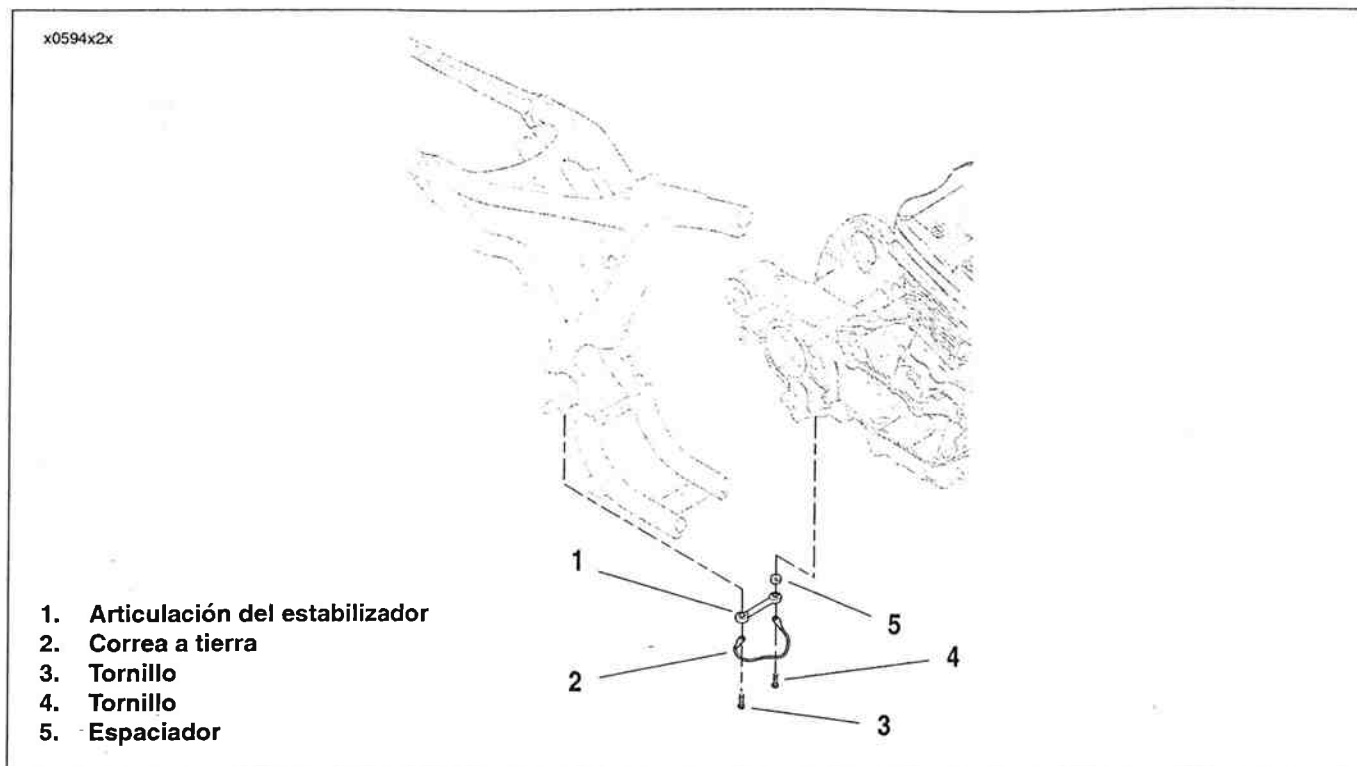
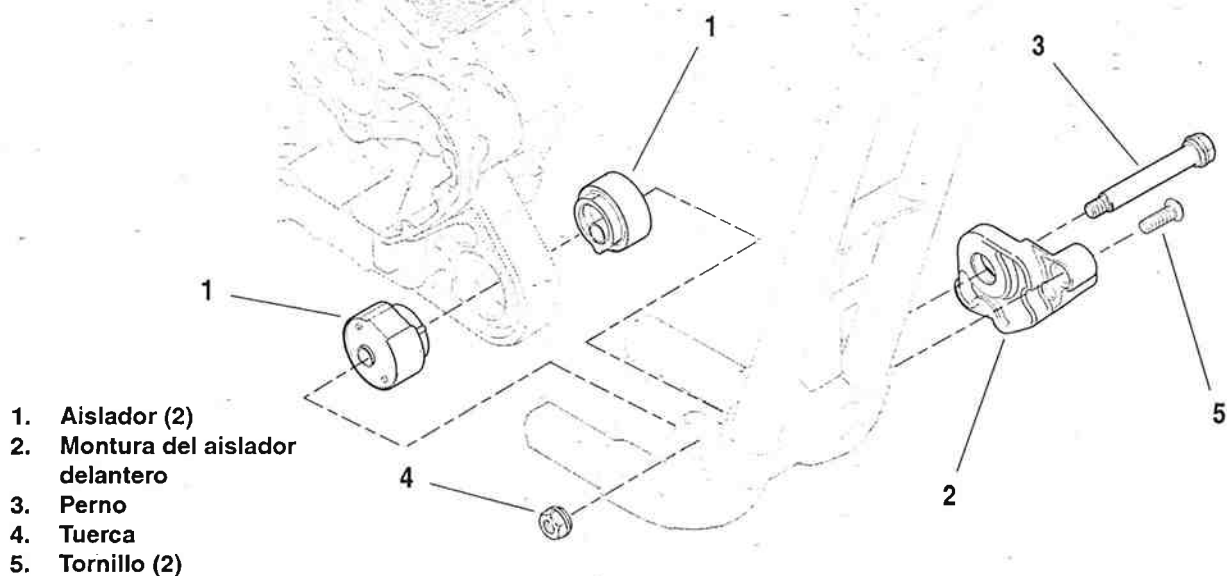
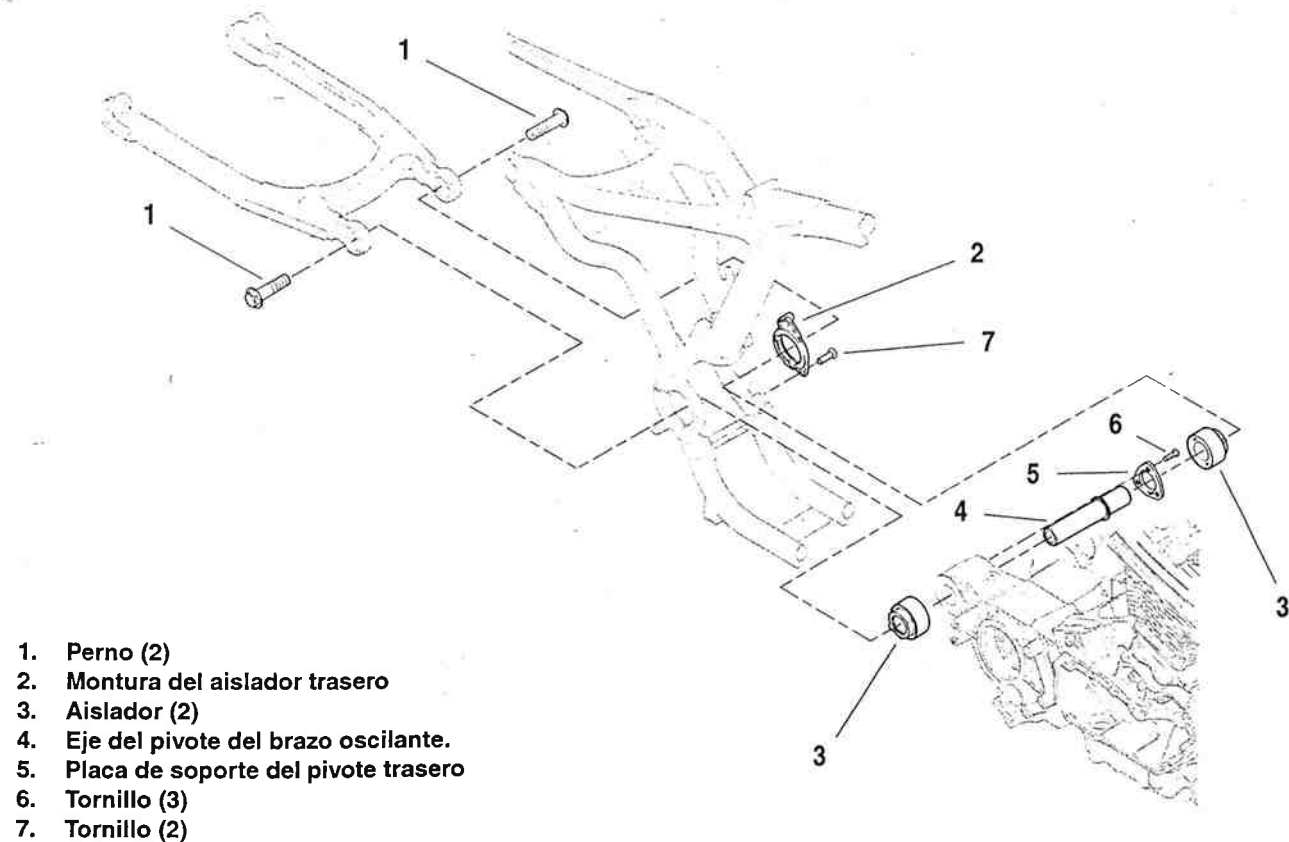

Figura 3-8. Conjunto de la articulación estabilizadora trasera
Figura 3-10. Conjunto del soporte delantero del motor/aislador
Figure 3-11. Conjunto del soporte trasero del motor/aislador
24. Vea la Figura 3-8. Quite los tornillos (3, 4), correa de conexión a tierra (2), articulación estabilizadora (1) y espaciador (5).
32. Vea la Figura 3-10. Afloje pero no quite los dos tornillos (5) de la pieza de soporte de montaje del aislador delantero en el lado izquierdo del motor.
37. Vea la Figura 3-10. Retire el perno del soporte delantero del motor (3) y la tuerca (4).
1. Vea la Figure 3-11. Asegúrese de que el eje de pivote (4) y placa de presión (5) estén montados en el saliente del soporte en la parte trasera del motor. Coloque el aislador derecho trasero (3) en el eje de pivote en la parte trasera del motor. No instale el aislador trasero izquierdo en este momento.
2. Vea la Figura 3-10. Coloque el aislador derecho delantero (1) en la parte delantera del motor. No instale el aislador delantero izquierdo en este momento.
5. Vea la Figure 3-11. Instale el aislador izquierdo trasero (3) sobre el eje de pivote (4). Instale la pieza de soporte de montaje (2) sobre el aislador izquierdo trasero y sujete a la estructura con dos tornillos (7). No apriete los tornillos en este momento.
7. Vea la Figura 3-10. Instale el aislador izquierdo delantero (1) y pieza de soporte de montaje del aislador (2) al lado izquierdo de la estructura con dos tornillos (5). No apriete los tornillos en este momento.
8. Inserte el perno de la montura delantera del motor (3) del lado izquierdo, a través de los aisladores y saliente del cárter. Coloque la tuerca (4) en el perno pero no la apriete en este momento.
9. Apriete los dos tornillos (5) que aseguran la pieza de soporte de montaje del aislador delantero (2) a 33,9-47,5 N·m (25-35 lb-pie).
10. Vea la Figure 3-11. Apriete los dos tornillos (7) que aseguran la pieza de soporte de montaje del aislador trasero (2) a 33,9-47,5 N·m (25-35 lb-pie).
12. Gire la horquilla trasera a su posición e instale los pernos (1) del soporte trasero del motor/brazo oscilante. Apriete a 81,4-95,0 N·m (60-70 lb-pie).
16. Vea la Figura 3-8. Instale el espaciador (5), articulación estabilizadora trasera (1), correa de conexión a tierra (2) y tornillos (3, 4). Apriete los tornillos a 33,9-47,5 N·m (25-35 lb-pie).